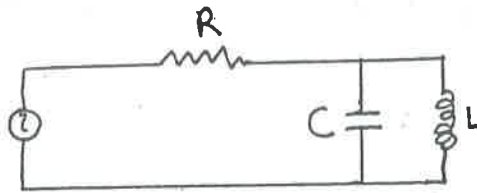

FIGURA 2
5.- El generador de un circuito suministra una corriente de voltaje eficaz 200 V con una frecuencia angular (pulsación) de 100 rad/s . Los valores de la resistencia, el coeficiente de autoinducción de la bobina y la capacidad del condensador, dispuestos tal como se indica en la **Figura 2**, son $R = 300\ \Omega$, $L = 4\text{ H}$ y $C = 50\ \mu\text{F}$ respectivamente. Calcúlese: